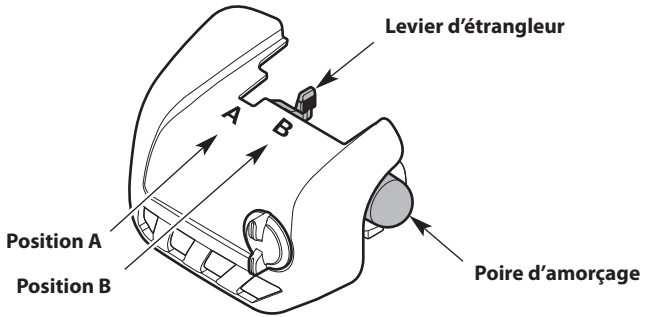

Fig. 11
1. Appuyez lentement et relâchez la poire d'amorçage à **10 reprises** (Fig. 11).
2. Déplacez le levier d'étrangleur en **Position A** (Fig. 11).
6. Déplacez le levier d'étrangleur en **Position B** (Fig. 11).